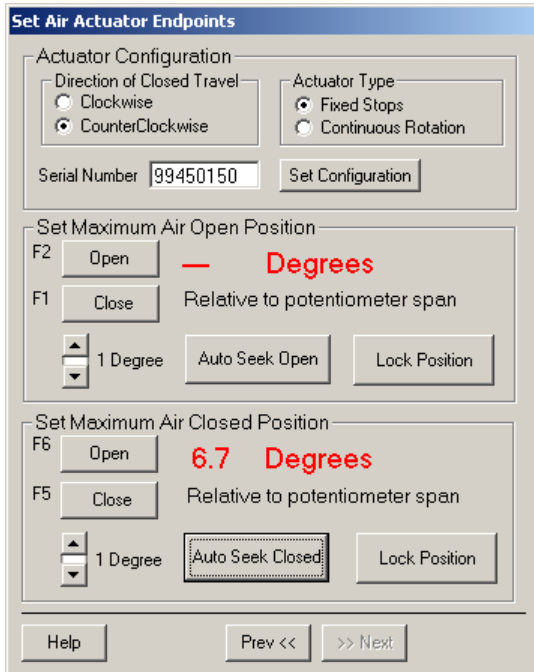

Fig. 8. Recherche automatique de fermeture pour trouver la butée de fermeture mécanique fixe de l'actionneur.
2. Recherche automatique de fermeture pour trouver la butée de fermeture mécanique fixe de l'actionneur. Voir la Fig. 8.